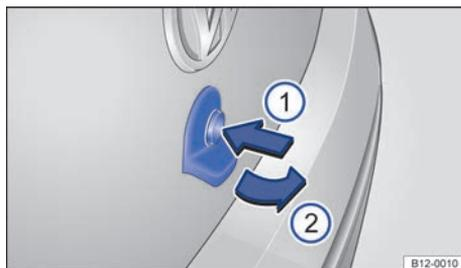

Fig. 59 Abrir la tapa trasera por afuera.
- Presionar el botón → fig. 59 ① y levantar la tapa trasera con la empuñadura ②.